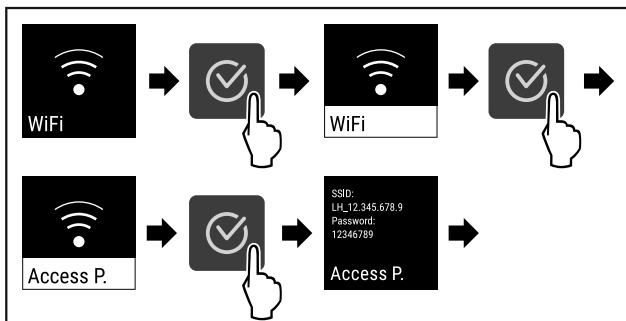

Fig. 85
- ▶ Udfør handlingstrinene (se Fig. 85).